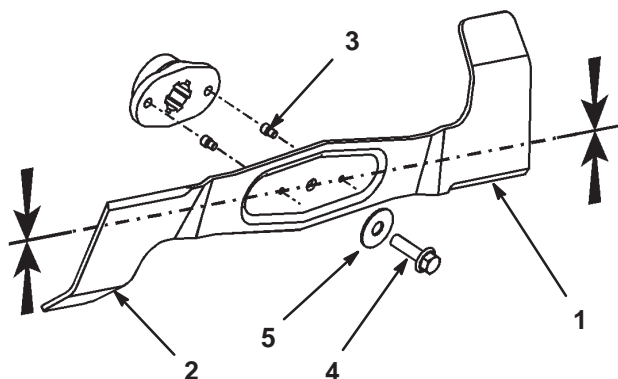

Figure 38
2. Inspectez les tranchants des lames (Fig. 38). Si elles ne sont pas tranchantes ou si elles présentent des indentations, déposez et aiguiser les lames (voir Aiguisage des lames, page 32).
3. Inspectez les lames, surtout les bords recourbés (Fig. 38). Si vous remarquez que la lame est usée ou endommagée à ces endroits, remplacez-la immédiatement.
4. Si les goupilles de cisaillement sont cassées, remplacez-les immédiatement (Fig. 38).
3. Enlevez le boulon, la rondelle et la lame (Fig. 38). Pour enlever le boulon, bloquez éventuellement la lame en introduisant une cale en bois entre la lame et le carter de tondeuse.
1. Installez la lame, la rondelle et le boulon de fixation (Fig. 38).